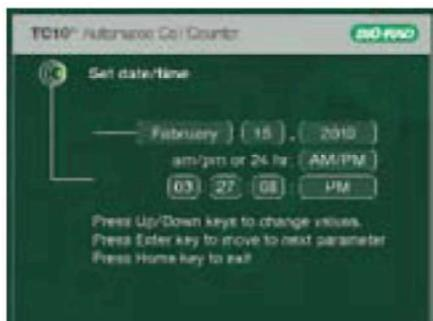

Рис. 6. Установка даты и времени
3. Используйте клавиши со стрелками «вверх» или «вниз» для перемещения между установками до достижения установки, которую необходимо изменить (например, месяц) (Рис. 6). Затем нажмите клавишу **Enter** для перехода к требуемому параметру (например, сентябрь, октябрь и т. д.).